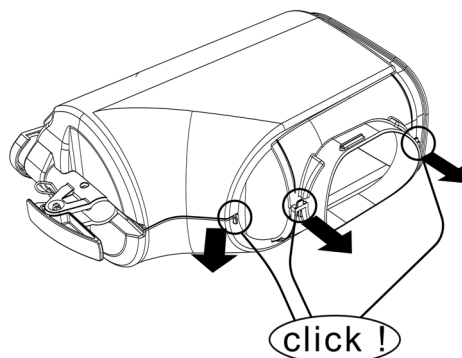

Bild 16
- 1 Die beiden Teile öffnen, indem man sie ausrastet. (Bild 16).